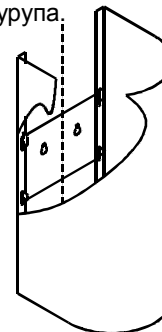

РИС. 5
Разметьте центры отверстий для крепления верхней фальштрубы с кронштейном (рис. 5). Снимите фальштрубы. Просверлите два отверстия для установки дюбелей Ø8 мм и забейте их. Вверните два шурупа.
- будьте осторожны при установке фальштруб (рис. 5), не повредите поверхности из нержавеющей стали. Их легко поцарапать.